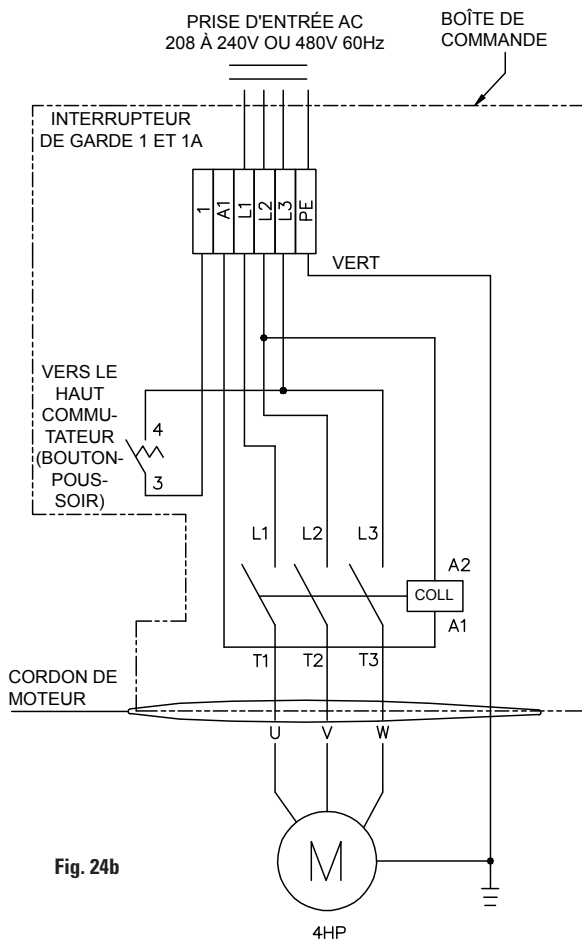

Fig. 24b
16. Circuit électrique : demander à un électricien agréé d'amener une alimentation appropriée au moteur, Fig. 23, Fig. 24 et Fig. 24b. Fil pour circuit de 20 A. Voir le tableau des données de fonctionnement du moteur.
IMPORTANT Utiliser un circuit séparé pour chaque module d'alimentation. Protéger chaque circuit à l'aide d'un fusible de temporisation ou d'un disjoncteur. Pour une alimentation monophasée de 208 à 240 V, utiliser un fusible de 20 ampères. Pour une alimentation triphasée de 208 à 240 V, utiliser un fusible de 15 ampères. Pour une alimentation triphasée supérieure à 400 V, utiliser un fusible de 10 ampères. Pour le câblage voir Fig. 23, Fig. 24 et Fig. 24b. Tout le câblage doit être conforme au NEC et à tous les codes électriques.